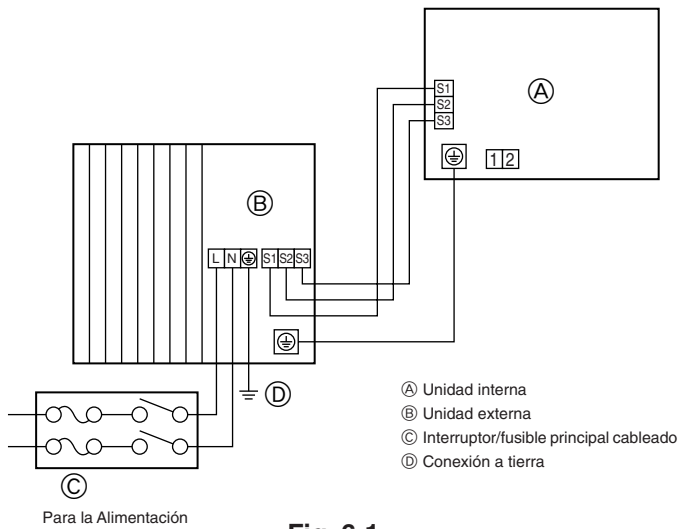
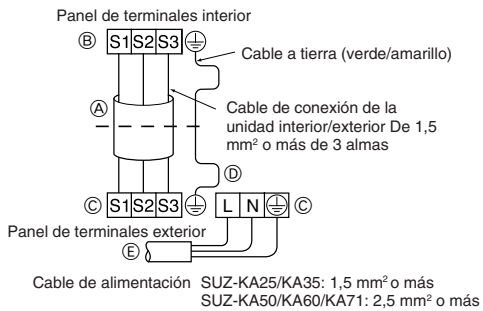
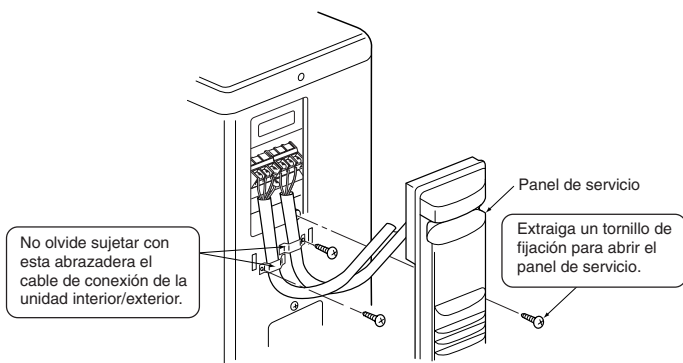
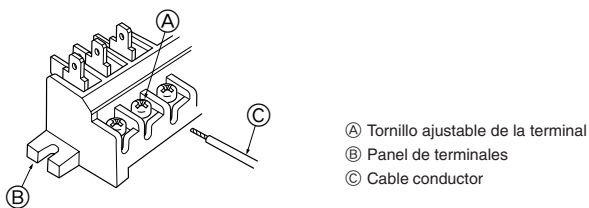

Fig. 6-1
Fig. 6-2
Fig. 6-3
Fig. 6-4
### 6.1. Unidad exterior (Fig. 6-1, Fig. 6-2, Fig. 6-3, Fig. 6-4)
- ① Retire el panel de servicio.
- ② Conecte los cables de acuerdo con la Fig. 6-1, Fig. 6-2, Fig. 6-3 y la Fig. 6-4.
- Realice el tendido eléctrico como muestra el diagrama inferior izquierdo (los cables no vienen incluidos). (Fig. 6-2)
- **Asegúrese de no realizar un mal cableado. (Fig. 6-4)**